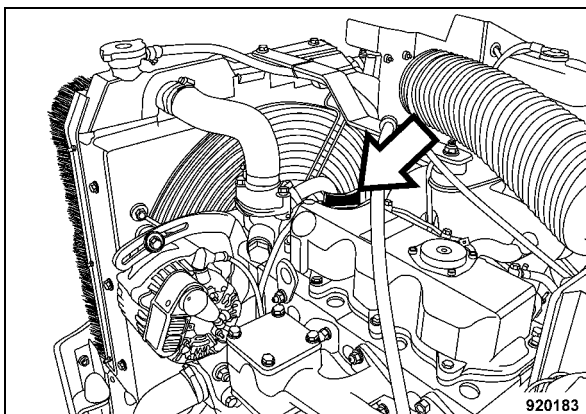

Fig. 107
- Svitare il tappo a vite per riempimento olio (Fig. 107).